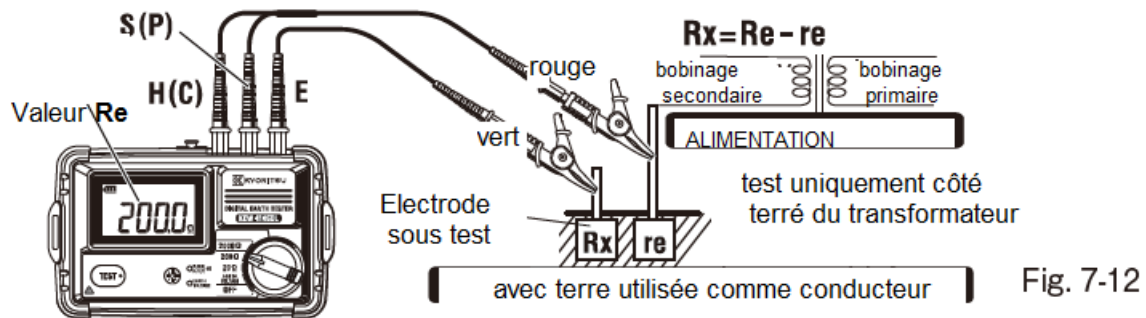

Fig. 7-12
La valeur de résistance de terre d’une électrode de terre connectée à la borne H (C) – voir Fig. 7-12 – est ajoutée à la valeur de la résistance de terre réelle **Rx**, valeur indiquée par **Re**.